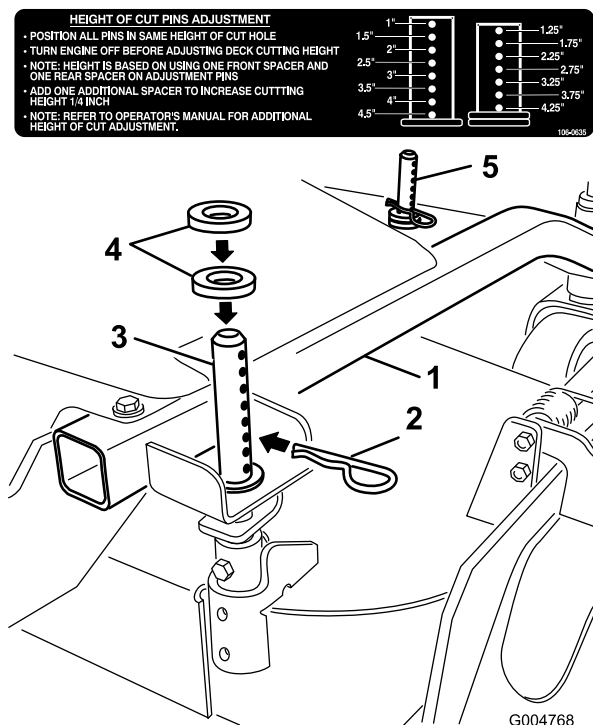

Figure 13
1. Choisissez le trou et le nombre d'entretoises correspondant à la hauteur de coupe voulue (Figure 13).
2. À l'aide de la poignée, soulevez le côté du plateau de coupe et enlevez la goupille fendue (Figure 13).
3. Ajoutez ou enlevez des entretoises selon les besoins, alignez les trous et insérez les goupilles fendues (Figure 13).